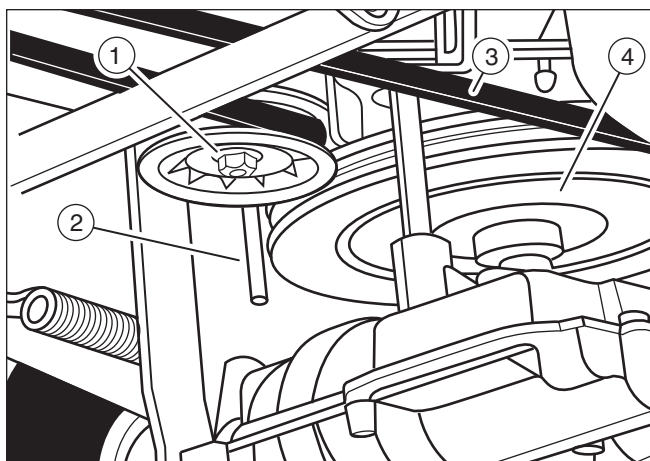
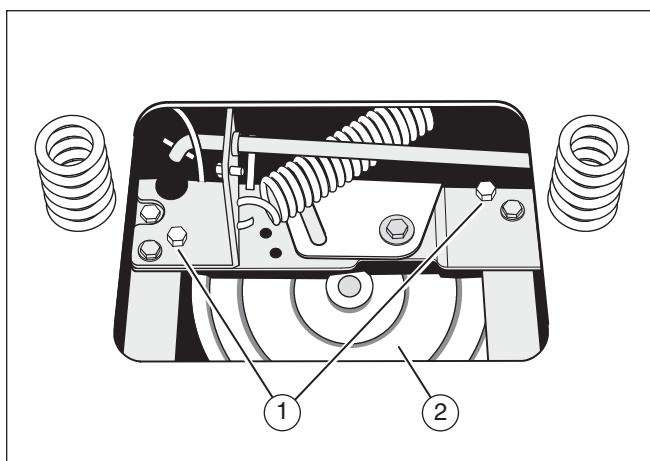

Figura 16
Figura 17
3. Rimuovere la puleggia folle (1) (Figura 16).
4. Per accedere alle guide della cinghia (1), rimuovere la batteria e il portabatteria (Figura 17). Vedere "Come rimuovere la batteria".
5. Allentare le guide della cinghia (1) alla puleggia motrice (2).
6. Rimuovere la cinghia di trasmissione del movimento (3) dalla puleggia motrice (4) (Figura 16).